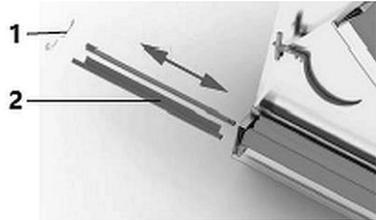

Fig. 9
- allentare le molle (1, fig. 9) sui rulli sfogliatori inferiori;
- rimuovere le guarnizioni (2) dalle rispettive sedi;